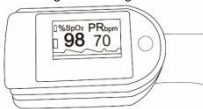

Fig. 5 Vingerpositie
- De vinger moet correct in de sensor worden geplaatst (zie Fig. 5), anders kunnen er meetfouten optreden.
- 2) Open de pulsoximeter zoals getoond in Fig. 5.